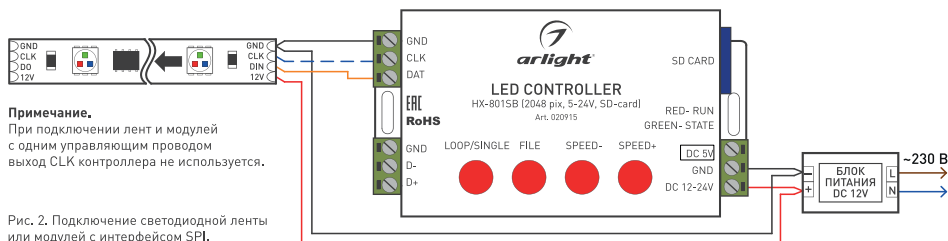

Рис. 2. Подключение светодиодной ленты или модулей с интерфейсом SPI.
- 3.3. В зависимости от типа используемых светодиодных лент или модулей подключите их к выходу SPI (Рис. 1, Рис. 2) или DMX (Рис. 1, Рис. 3) контроллера. Использование выходов SPI или DMX будет зависеть и от выбора типа микросхем при составлении программы.